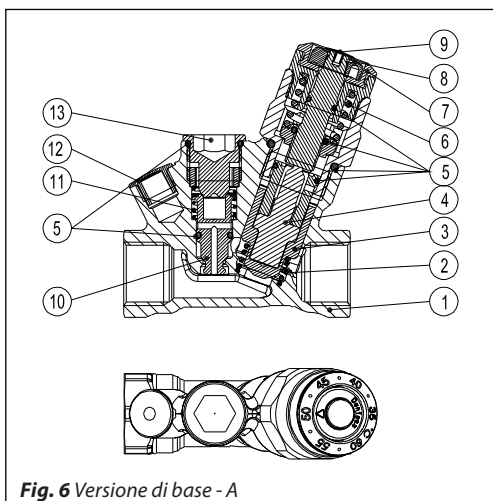

Fig. 6 Versione di base - A
La MTCV è una valvola proporzionale termostatica autoazionata. Un termoelemento (fig. 6, elem. 4) è situato nel cono della valvola (fig. 6 elem. 3) per rispondere ai cambiamenti di temperatura.
Una molla di sicurezza (fig. 6, elem. 6) protegge il termoelemento da possibili danni quando la temperatura dell'acqua supera il valore predefinito per la valvola.
Dopo aver rimosso il tappo dal foro per la disinfezione (fig. 6 elem. 13 - questa operazione è possibile anche con la valvola sotto pressione), è possibile montare il modulo di disinfezione (fig. 9, elem. 17).
- 1-13 Come descritto alla fig. 6
Dopo aver rimosso il tappo dal foro per la disinfezione (fig. 6 elem. 13) è possibile montare l'adattatore